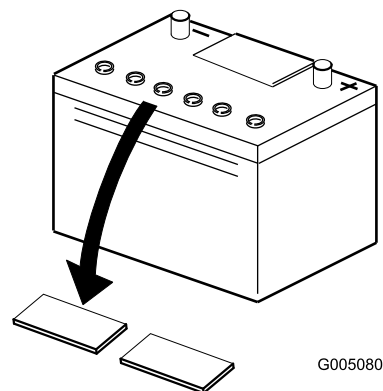

Рисунок 6
2. Очистите поверхность аккумуляторной батареи и снимите вентиляционные пробки (Рисунок 6).